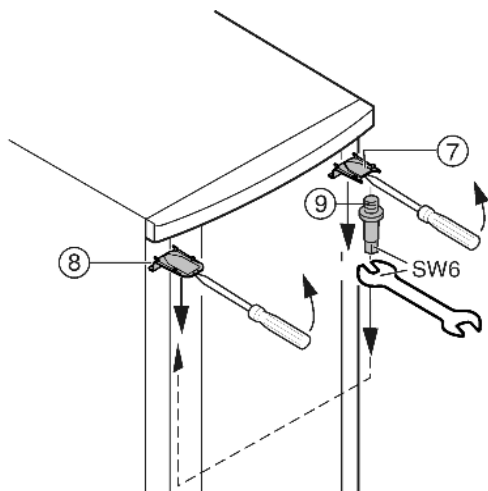

Fig. 7
- ▶ Foroven løsnes afdækning *Fig. 7 (7)* og afdækning *Fig. 7 (8)* foran med en skruetrækker og tages af i skråt nedadgående retning.
- ▶ Drej lejebolten *Fig. 7 (9)* ud og drej den fast ind (med 4 Nm) på den modsatte side..
- ▶ Montér atter afdækningen *Fig. 7 (7)* på lejeboltens side: sæt i i bagkant, lad dem gå i hak foran.
- ▶ Montér afdækningen *Fig. 7 (8)* på den modsatte side: sæt i i bagkant, lad dem gå i hak foran.
- ▶ Hæng døren ind i lejebolten *Fig. 7 (9)* foroven.